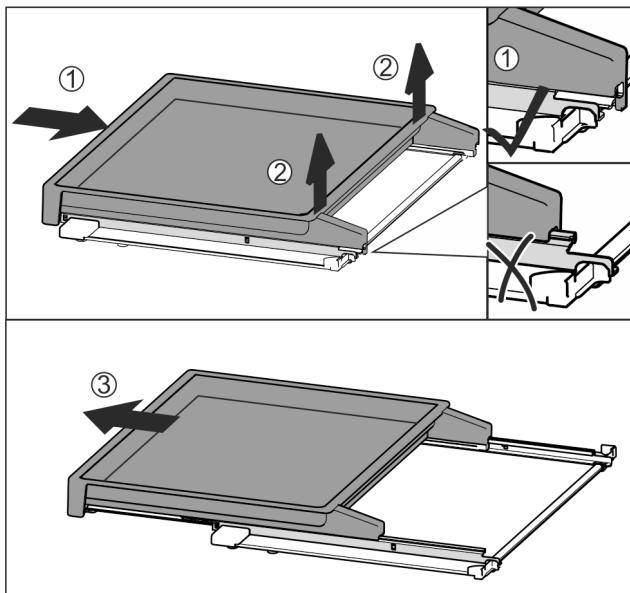

Fig. 133
- Úplne zasuňte vyťahovaciu poličku Fig. 133 (1).
- Uvoľnite západku na zadnej strane Fig. 133 (2).
- Vyberte vyťahovaciu poličku smerom dopredu Fig. 133 (3).